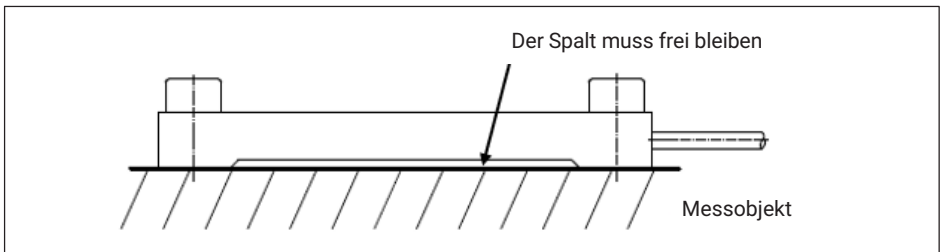

Abb. 7.2 Einbau des Dehnungsaufnehmers
- Die Montage des Dehnungsaufnehmer ist in Abb. 7.2 gezeigt.
- Der Dehnungsaufnehmer darf nicht in dem mittleren, abgesetzten Bereich aufliegen (siehe Abb. 7.2) und muss spannungsfrei montiert werden.